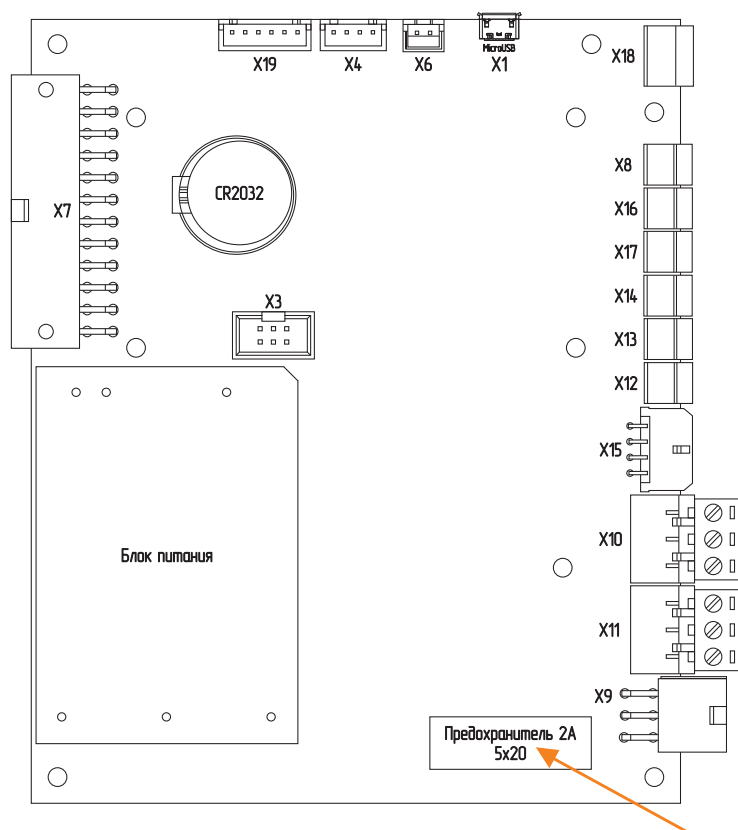

Рис. 16 Плата контроллера
3. Замените предохранитель **Рис. 16** (запасной предохранитель в базовой комплектации котла).